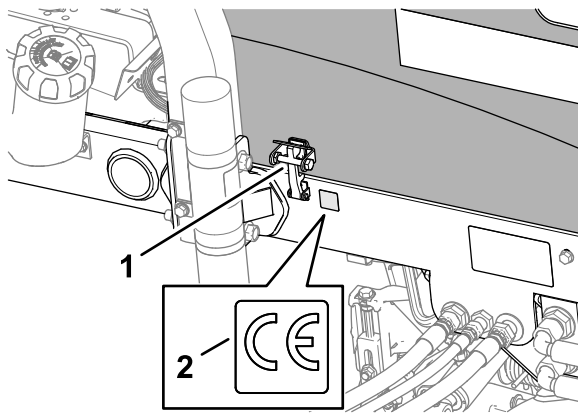

Figura 22
3. Limpie con alcohol el bastidor izquierdo junto al cierre del capó y deje que se seque el bastidor (Figura 22).
4. Retire el reverso de la pegatina CE (pieza n.º 133-8095) y péguela en el bastidor, tal y como se muestra en la Figura 22.